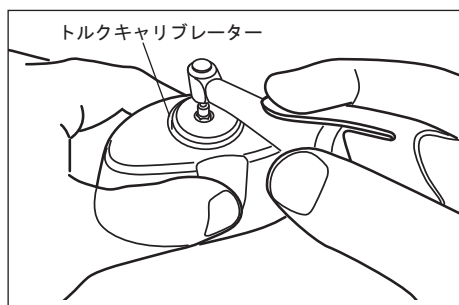

図 10
- 6) ON/OFF キーを押すとカウントダウンに続き負荷キャリブレーションが始まります。モーターハンドピースが回転を始めますので、停止するまでトルクキャリブレーターを手でしっかり固定し、キャリブレーションバーが垂直になるように保持してください(図10)。キャリブレーション実行中は、“CAL” が点滅します。